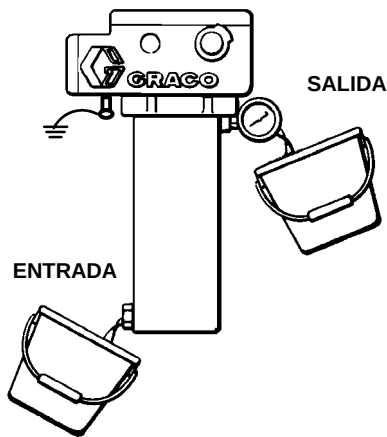

Fig 9
2. Retirar las conexiones de entrada y de salida del calentador. Tener un contenedor listo para recoger el producto. Véase Fig. 9.